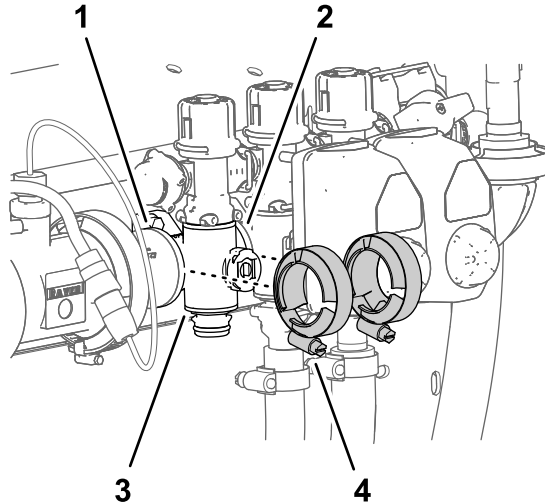

Bild 129
4. Befestigen Sie die Flanschklammern, die Sie in Entfernen des Abschnittverteilerventils \(Seite 89\) entfernt haben, lose an den Flanschen des Abschnittventilverteilers und an den Flanschen der anderen Abschnittventile und/oder am Kupplungsadapter (Bild 129).
7. Ziehen Sie die zwei Flanschklammern mit der Hand an (Bild 129).